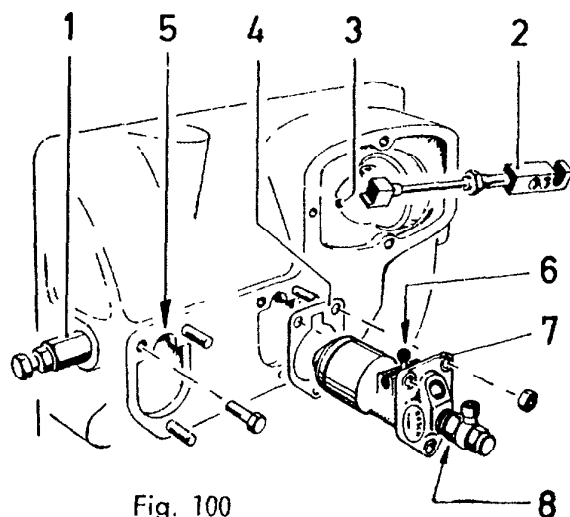

Fig. 100
Demontering (fig. 100):
Ved å variere antall mellomlegg (fig. 100, pos. 4) bak innsprøytingspumpene kan motoren gis tidligere eller senere forinnsprøyting. Jo flere mellomlegg, desto senere innsprøyting. Hver 0,1 mm under pumpene vil forskyve forinnsprøytingen med ca. 1 grad veivinkel.